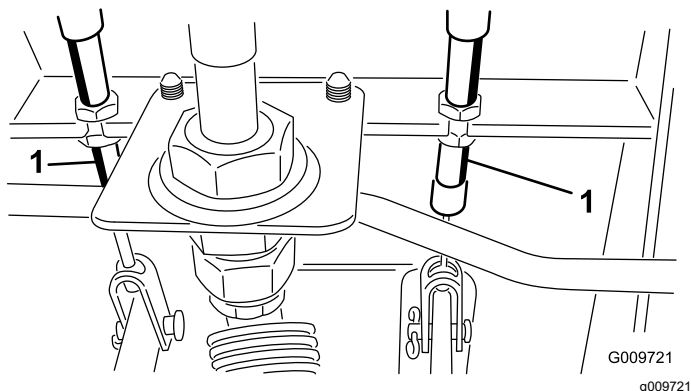

Bild 111
- A. Lockern Sie die vordere Mutter an der Gewindeseite des Bremszuges (Bild 111).